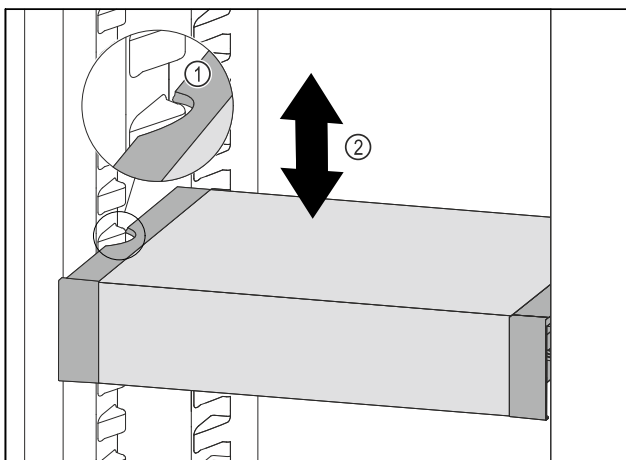

Fig. 103
- ▶ Изтеглете VarioSafe напред, докато страничните прорези на VarioSafe се намират на височината на реброто на съда в хладилната част. Fig. 103 (1)
- ▶ Преместете VarioSafe нагоре или надолу в хладилната част, докато се достигне желаната височина. Fig. 103 (2)